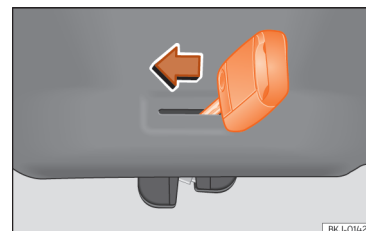

Abb. 100 Detail Gepäckraum: Notentriegelung.
- Führen Sie den Schlüsselbart in den Schlitz ein und drehen Sie den Schlüssel in Pfeilrichtung, bis sich das Schloss öffnet » Abb. 100.